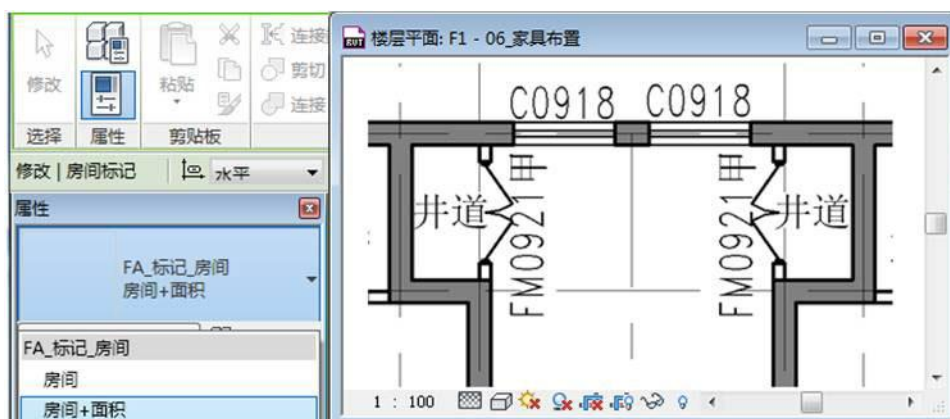

图 3-12
- 12) 单击“常用选项卡”>“房间和面积”面板“房间”按钮上半部分，在“属性”选项卡>“修改图元类型”下拉列表中选择“房间”，及房间标记中只包含房间名称信息，光标移动到绘图区域为房间新创建的房间添加房间标记（如图 3-12 所示）。